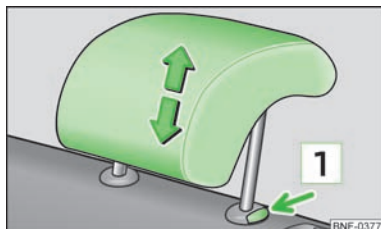

Fig. 35
- Afferrare i poggiatesta lateralmente con le due mani e quindi farli scorrere verso l'alto per la distanza desiderata » fig. 35.
- Se si desidera fare scivolare verso il basso i poggiatesta, premere con una mano il tasto di sicurezza 1 e mantenerlo premuto, mentre la mano sposta il poggiatesta verso il basso.» fig. 35